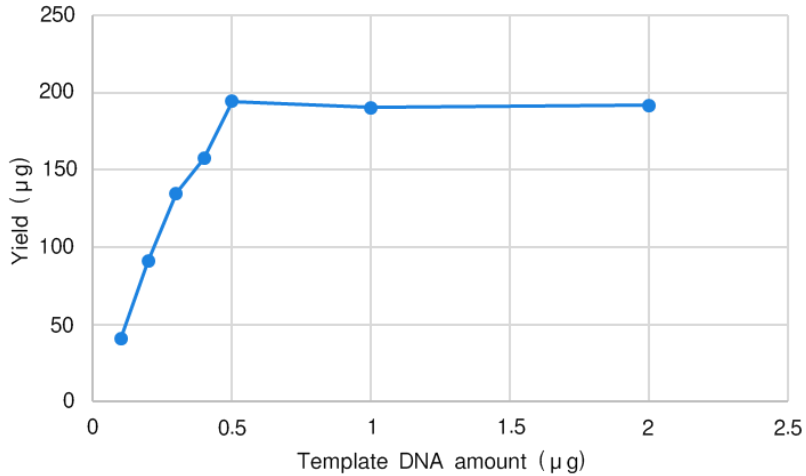

图 5. 模板 DNA 和 RNA 产量的关系
* 4: 请使用带有 AGG 转录起始序列的模板。最佳模板量因所用模板的大小和类型而异，但通常应在 0.5~2 μg 的范围内使用（参照图 5）。对于 CT Positive Control Template (FLuc)，请使用 2 μl (1 μg)。